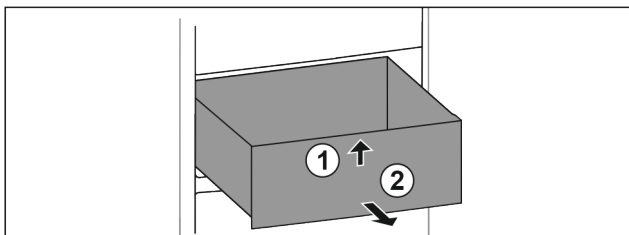

Fig. 26
- ▶ Повдигнете чекмеджето отпред. Fig. 26 (1)
- ▶ Извадете чекмеджето напред. Fig. 26 (2)